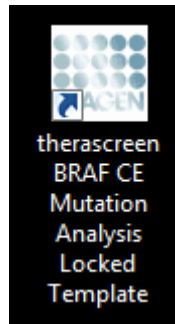

Abbildung 12. Symbol „*therascreen* BRAF CE Mutation Analysis Locked Template“
9. Starten Sie die Rotor-Gene Q Software und öffnen Sie gleichzeitig die Vorlage, indem Sie auf dem Desktop des Notebooks, das an das Rotor-Gene Q Instrument angeschlossen ist, auf das Symbol „*therascreen* BRAF CE Mutation Analysis Locked Template“ klicken (siehe Abbildung 12).